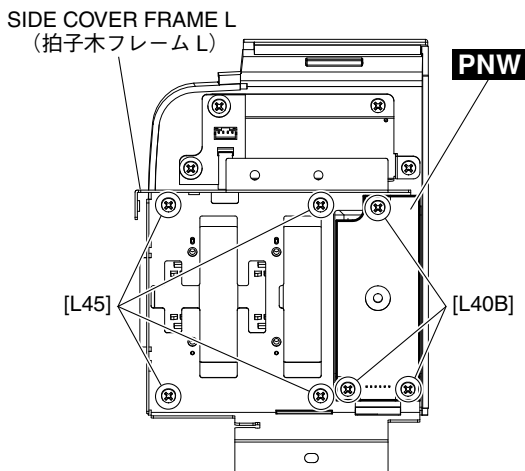

Fig. 13 (図 13)
- 17-5. Remove the three (3) screws marked [L40B]. The PNW circuit board can then be removed. (Fig. 13)
- 17-6. Remove the four (4) screws marked [L45]. The side cover frame L can then be removed. (Fig. 13)
- 17-5. [L40B] のネジ 3 本を外して、PNW シートを外します。(図 13)
- 17-6. [L45] のネジ 4 本を外して、拍子木フレーム L を外します。(図 13)